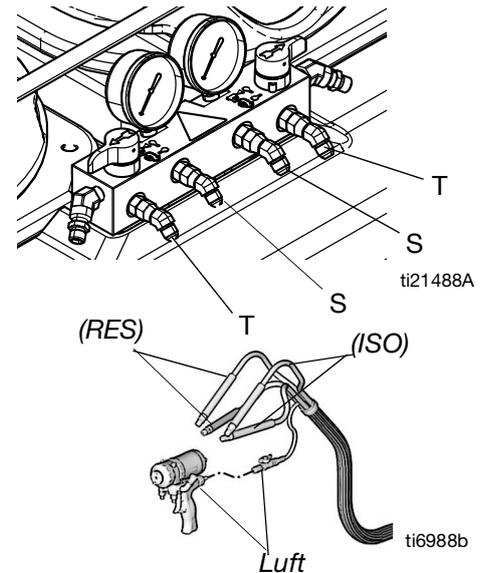

ABB. 5 Schließen Sie die Kreislaufschläuche an
1. Die Materialzufuhrschläuche an den Auslassschlauchanschlüssen anschließen (S, ABB. 5). Rote Schläuche für ISO, blaue für RES. Die Fittings haben unterschiedliche Größe, um falschen Anschluss zu verhindern. Schließen Sie das andere Ende der Schläuche an den Eingängen ISO und RES der Pistole an.